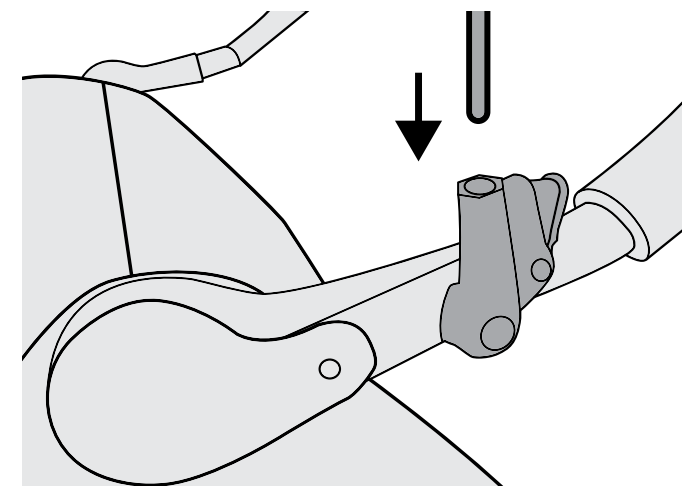

Figura 22
2. Pulse el botón amarillo e inserte el mástil de la bandera en el orificio del soporte de bandera. Para soltarlo, pulse el botón y saque el mástil de la bandera (Figura 22).